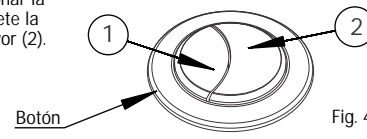

Fig. 4
Para accionar la media descarga, aprete la región donde se encuentra el botón menor (1), para accionar la descarga entera, aprete la región del botón mayor (2). Fig. 4